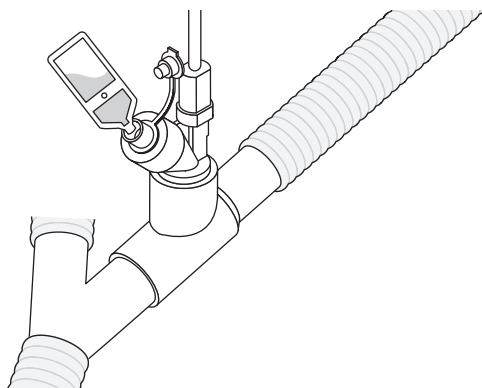

Рисунок 11. Заправка небулайзера из предварительно заполненной ампулы
2. Добавьте препарат в порт заправки небулайзера с помощью предварительно заполненной ампулы или шприца (рис. 11).